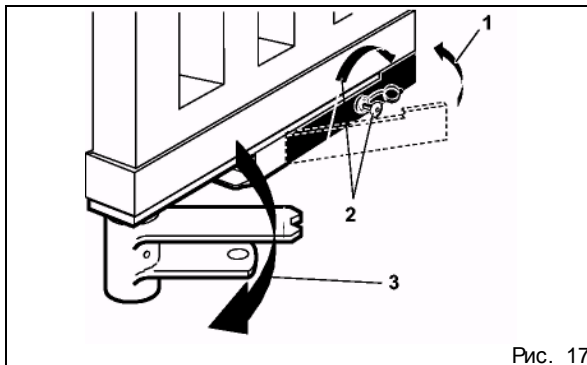

Рис. 17
- Повернуть отпирающий рычаг в нормальное положение (рис. 17, поз. 1).
- Вручную повернуть створку таким образом, совместив запирающий механизм с пазом запорной скобы (рис. 17, поз. 3).